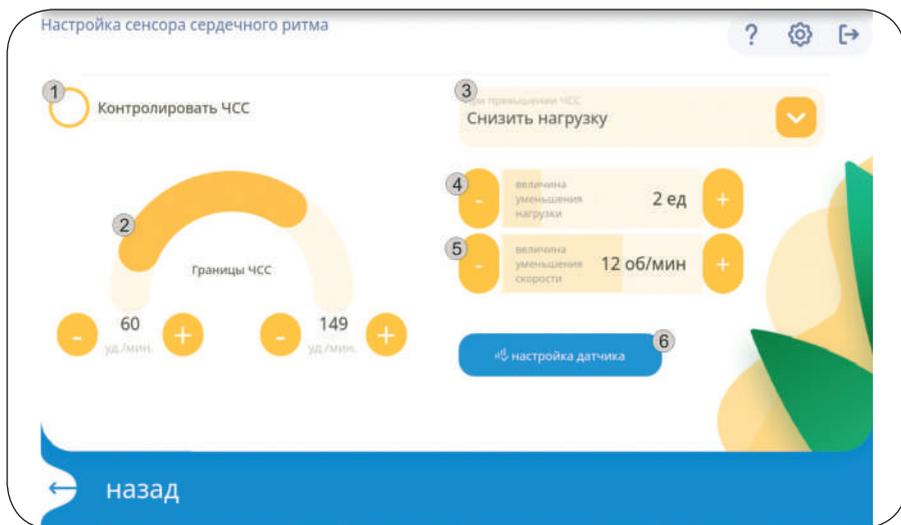

Рисунок 19
Меню настройки сенсора сердечного ритма состоит из следующих элементов (см. рис. 19):
- снизить нагрузку. При превышении границ ЧСС происходит снижение параметров нагрузки и скорости на величины, установленные на соответствующих шкалах (4) и (5) (см. рис.19).